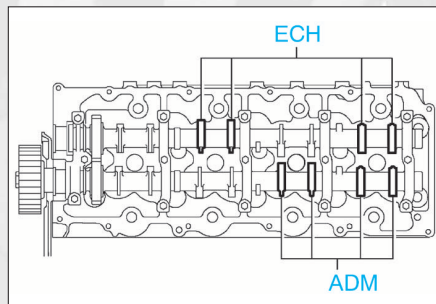

FIG. 21
- Utiliser un jeu de cale et mesurer (uniquement les soupapes indiquées) l'espace entre le poussoir de soupape et l'arbre à cames (fig. 21).